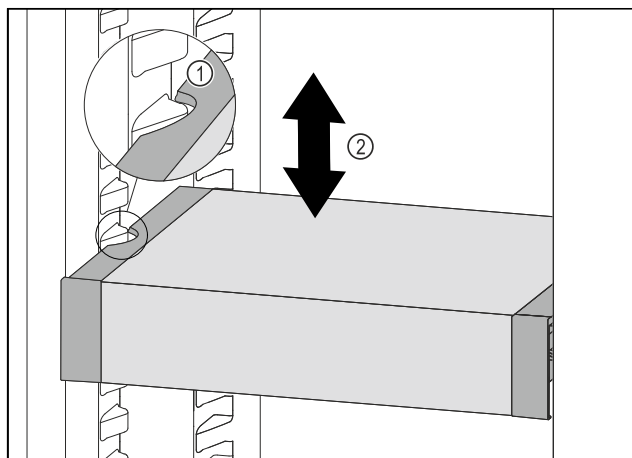

Fig. 130
- Tirare VarioSafe in avanti fino a quando le cavità laterali di VarioSafe non si trovano al livello della nervatura del contenitore nel vano frigorifero. *Fig. 130 (1)*
- Spostare VarioSafe verso l'alto o verso il basso nel vano frigorifero fino a raggiungere l'altezza desiderata. *Fig. 130 (2)*